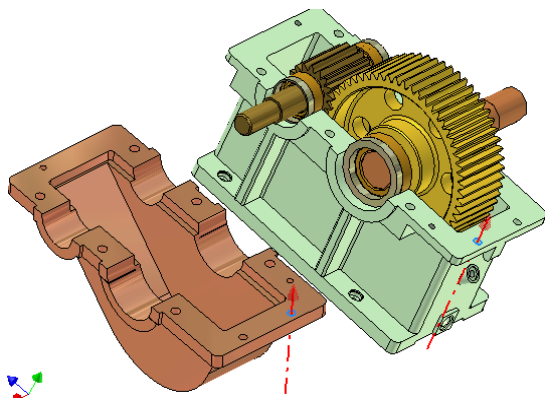

图 10-29 插入约束示意图
②单击【装配】标签栏【位置】面板上的【约束】工具按钮, 打开“放置约束”对话框, 装配类型选择为【插入】, 选择图 10-29 中所示的两个对应的孔的表面作为配合面, 设置偏移量为零, 方式选择为【反向】即可, 单击【确定】按钮完成第一个插入装配约束。